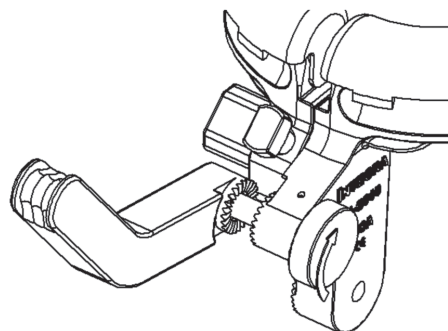

Figure 12
1. Insérer la partie filetée de la molette de la tige à poulie dans le trou fileté de la tige, de manière à ce que la denture radiale de la tige soit orientée vers la petite denture radiale du cadre fer à cheval fixe (Figure 12).